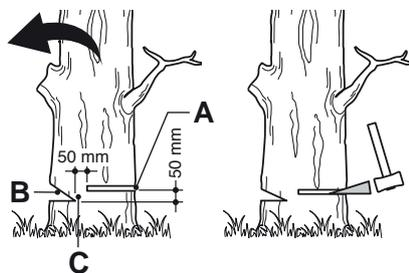

Fig. 37
Effectuez une entaille (Fig. 37, B) d'une profondeur égale à 1/3 du diamètre de l'arbre, perpendiculairement au sens de la chute (Fig. 37). Faites la coupe horizontale en premier. Ainsi, la chaîne et le guide-chaîne ne risqueront pas d'être coincés dans le bois lorsque vous ferez la deuxième entaille.
- > Le trait d'abattage (Fig. 37, A) doit être situé au moins 5 cm au dessus de la ligne horizontale de l'entaille d'abattage (Fig. 37), et il doit être strictement parallèle à celle-ci. Laissez entre l'entaille et le trait d'abattage une épaisseur de bois assez conséquente pour pouvoir constituer une charnière. La charnière (Fig. 37, C) a pour but d'éviter que l'arbre ne pivote et tombe dans la mauvaise direction. Ne la coupez pas.